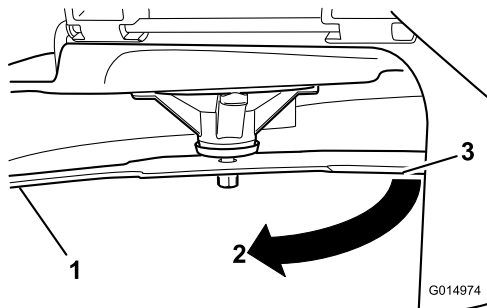

Figura 65
3. Seconda distanza misurata tra la lama e la superficie (B)
4. Ruotate la stessa lama di 180 gradi in modo che il tagliente opposto si trovi ora nella stessa posizione (Figura 65).